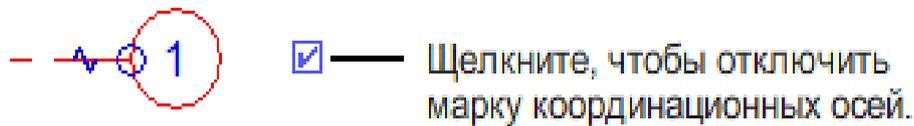

Рисунок 3.32 Флажок для включения/отключения видимости оси
3. Revit отобразит флажок рядом с маркой оси (рисунок 3.32). Чтобы увидеть его, возможно, придется увеличить масштаб изображения.